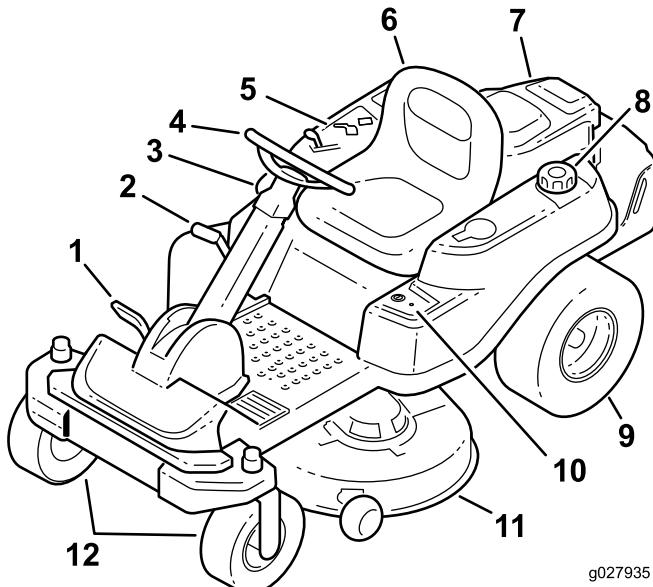
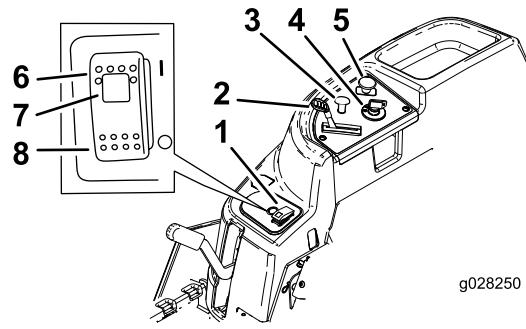
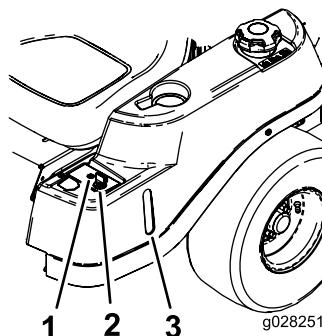

Figura 4
Figura 5
Figura 6
Antes de poner en marcha el motor y trabajar con la máquina, familiarícese con todos los controles en Figura 4, Figura 5 y Figura 6.
La llave de contacto tiene tres posiciones – DESCONECTADO, MARCHA y ARRANQUE. La llave puede girarse a ARRANQUE, y se volverá a MARCHA al soltarse. Gire la llave a la posición de DESCONECTADO para parar el motor; no obstante, siempre retire la llave al dejar la máquina desatendida para evitar que alguien arranque el motor accidentalmente (Figura 5).
Utilice el estárter para poner en marcha el motor en frío. Tire del mando del estárter hacia arriba para activarlo. Para quitarlo, empuje el pomo del estárter hacia abajo (Figura 5).
El control del acelerador puede moverse entre las posiciones de RÁPIDO y LENTO. Mueva la palanca del acelerador hacia adelante para aumentar la velocidad del motor, y hacia atrás para reducir la velocidad (Figura 5).
El mando de control de las cuchillas (TDF) engrana y desengrana la transmisión de potencia a las cuchillas del cortacésped (Figura 5).
Utilice la mirilla de combustible situada en el lado izquierdo de la máquina para verificar la presencia de gasolina en el depósito (Figura 6).
Este interruptor permite segar en marcha atrás cuando está activado. Para activar esta función, ponga el interruptor en CONECTADO y suéltelo una vez que la TDF esté engranada. Para desactivarla, desengrane la toma de fuerza (TDF) (Figura 6).
El indicador de operación en marcha atrás se enciende cuando se utiliza la llave Key Choice™ para desconectar el sistema de seguridad de operación en marcha atrás. Es un recordatorio de que el sistema de seguridad está desactivado. El indicador se apaga cuando se desengrana la TDF o se apaga el motor. Cuando el indicador está encendido, mire hacia atrás y extreme las precauciones al conducir en marcha atrás (Figura 6).
- Al mover el interruptor SmartPark™ a la posición de Conectado (Figura 5).